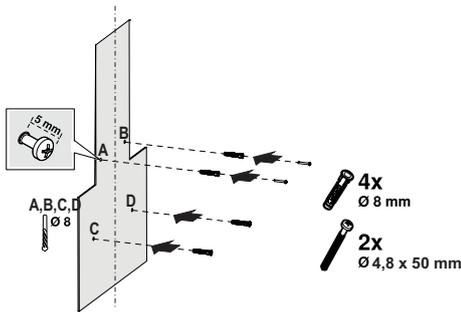

Abb. 7
- Zeichnen Sie eine Mittellinie senkrecht zur Wand von der Decke bis zur Unterkante der Dunstabzugshaube (Abb. 7).
- Bringen Sie die Montageschablone an der Montagefläche an und markieren Sie die Punkte A, B, C, D. Bohren Sie die markierten Punkte A, B, C, D mit einem $\varnothing 8$ mm-Bohrer (Abb. 7).
- Setzen Sie die im Zubehör enthaltenen $\varnothing 10$ mm Kunststoffdübel an den Punkten A, B, C, D ein (Abb. 7).
Stecken Sie die $4,9 \times 50$ mm Schrauben in die Dübel A und B. Lassen Sie einen Abstand von 5 mm zwischen dem Schraubenkopf und der Wand (Abb. 7).